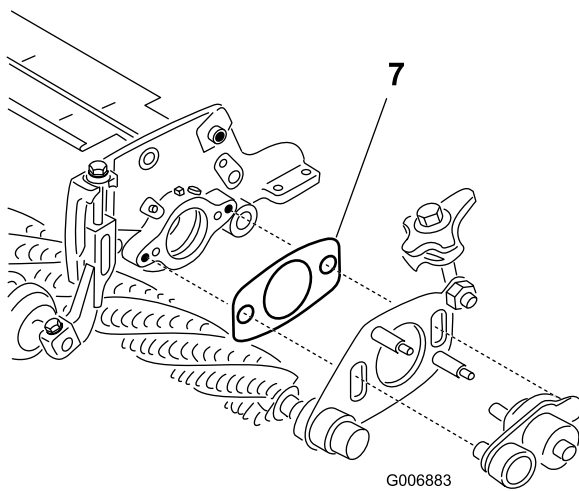

図 50
7. 駆動側グルーマピボットプレートとカッティングユニットのサイドプレートとの間にあるシム 図 50 がピボットハブに挟まれて締め込まれた状態になっていないことを確認する。シムは自由に回転できなければいけない。